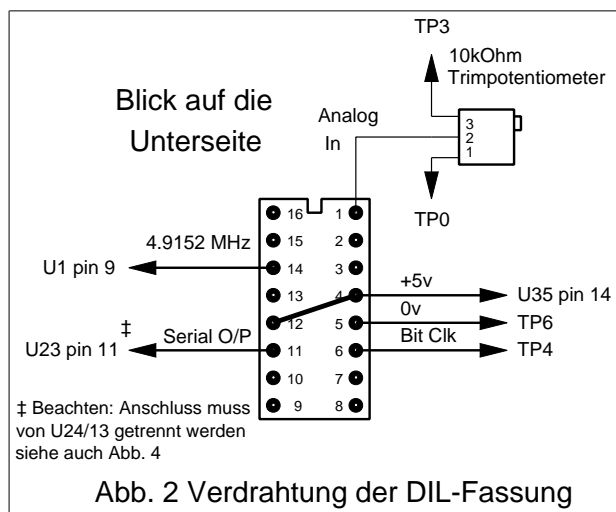

Abb. 2 Verdrahtung der DIL-Fassung
8. [] Verbinden Sie Pin 1 des Trimpotentiometers mit TP0 und Pin 3 mit TP3. Verbinden Sie den Schleifer des Trimpotentiometers Pin 2 mit dem Pin 1 der DIL-Fassung auf der Unterseite der Platine, siehe Abb. 2.
9. [] Stellen Sie auf der Unterseite die Verdrahtung der DIL-Fassung mit den Pins 4, 5, 6, 12 und 14 zu den Anschlüssen der Platine lt. Abb. 2 her.
10. [] Verdrahten Sie den Pin 11 der DIL-Fassung wie in Abb. 2 angegeben, wenn Sie nicht einen Schalter verwenden wollen, um zum Standard-Betrieb zurück kehren zu können. Dann verdrahten Sie nach Abb. 4. Der Schalter ist eine Wahlmöglichkeit.